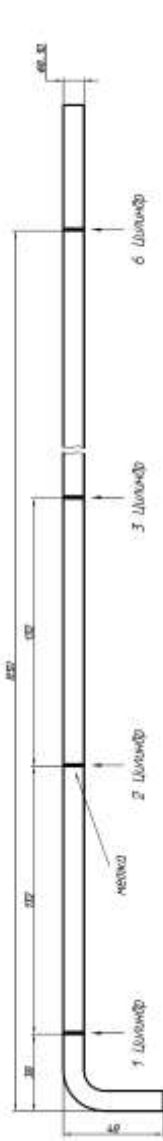
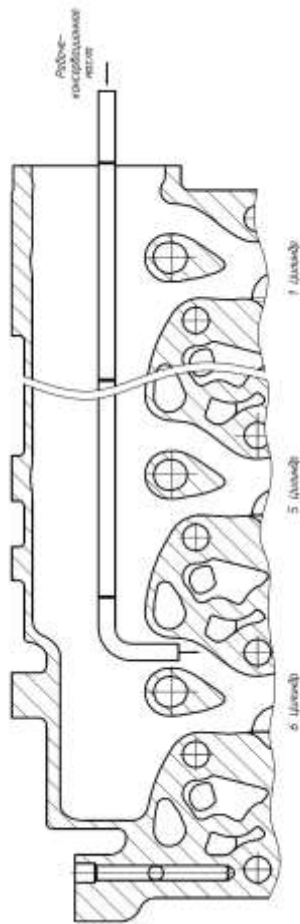

Рисунок 51 – Специальное приспособление (трубка) для заливки в цилиндры рабоче-консервационного масла
Рисунок 52 – Схема заливки рабоче-консервационного масла в цилиндры двигателя
11) Залить по 40-60 мл рабоче-консервационного масла, нагретого до температуры 40-60°C (с присадкой ANTICORIT) или 70-100°C (с присадкой АКОР-1) в каждый цилиндр через впускной канал с помощью специального приспособления (см. рисунок 51), совместив метки на приспособлении с торцом головки цилиндров (см. рисунок 52);